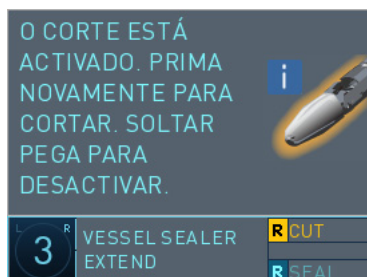

Figura 2.11 Corte do Vessel Sealer Extend ativado (armado)
2. Pressione e libere o pedal amarelo associado uma vez para ativar (armar) a lâmina de corte. O sistema da Vinci emitirá um sinal sonoro e uma mensagem aparecerá (na parte inferior do visualizador 3D), indicando que o corte está ativado (Figura 2.11). Quando o corte está ativado, o braço de instrumentos é travado no local até que seja liberado o controle manual.